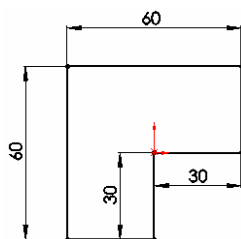

图 6-25 绘制的草图
❶ 设置基准面。在左侧的“FeatureManager 设计树”中用鼠标选择“前视基准面”作为绘制图形的基准面。
❷ 绘制草图。选择菜单栏中的“工具”→“草图绘制实体”→“直线”命令，绘制系列直线并标注尺寸，结果如图 6-25 所示。